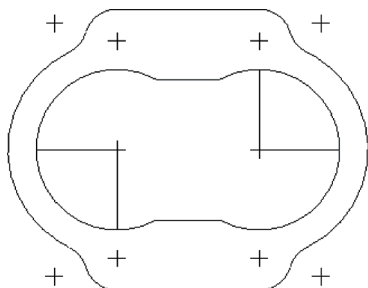

图 3-39 打开模型文件
STEP 01 单击快速访问工具栏中的“打开”按钮，打开模型文件，如图 3-39 所示。